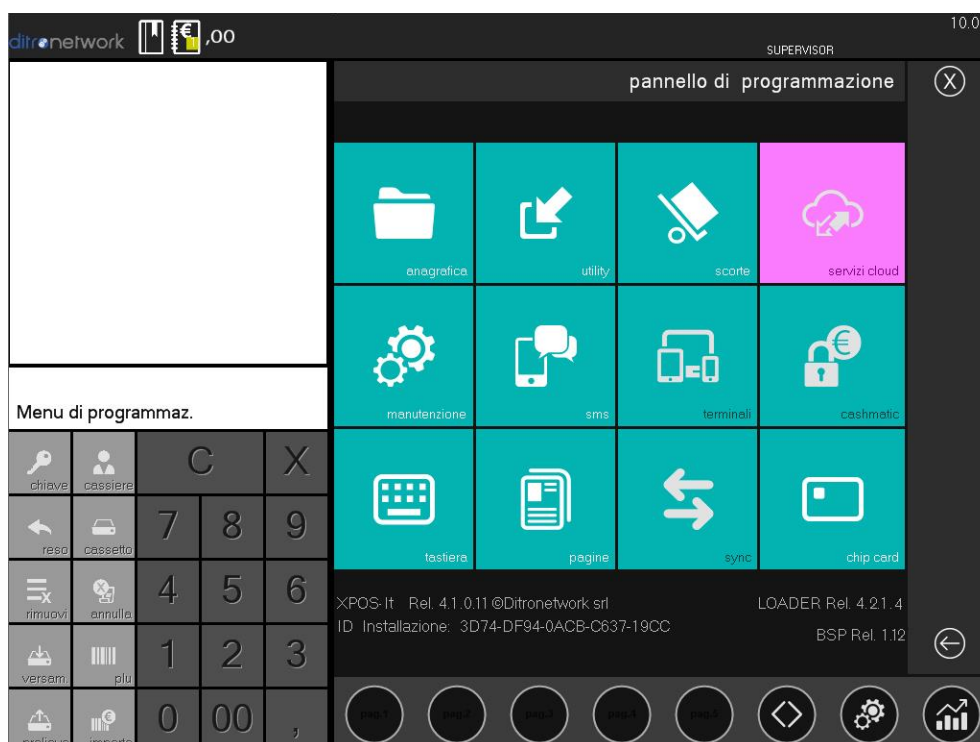

Figura 8.2: Pannello di Programmazione
2. accedere al *Pannello di Programmazione* (Figura 8.2: *Pannello di Programmazione*) premendo il tasto Programmazione o la sequenza di tasti **4** + tasto **Chiave**